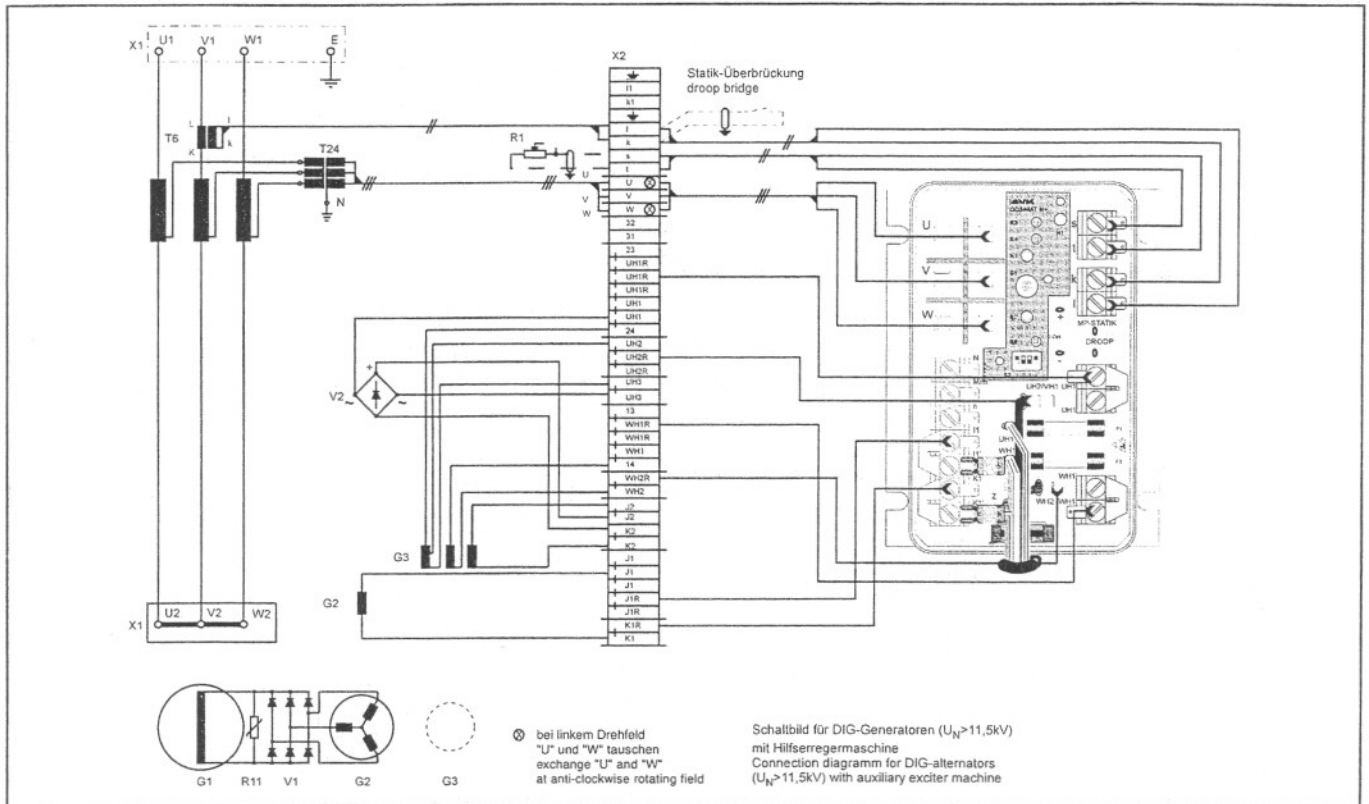

Рис.32 – Внутренний монтаж для генераторов DIG с  $U_{НОМ} > 11,5$  кВ
**(Рис.32 – Внутренний монтаж для генераторов DIG с  $U_{ном} > 11,5$  кВ)**